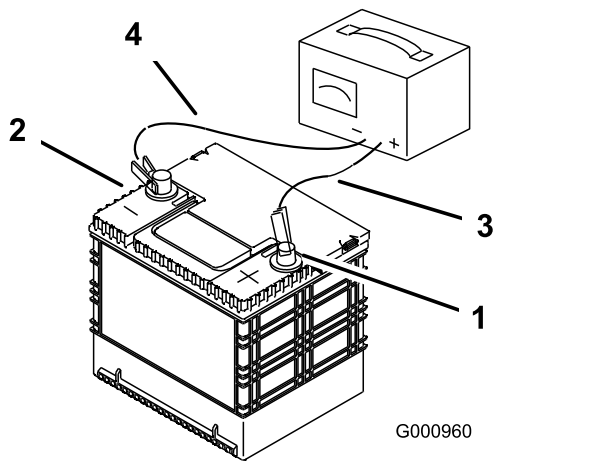

図 44
2. 充電が終わったら、チャージャのプラグをコンセントから抜いてから、チャージャのリード線をバッテリー端子から外す 図 44。